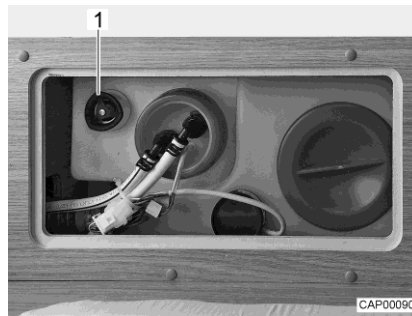

Fig. 96 Réservoir d'eau avec poignée tournante
- Faire tourner à fond dans le sens des aiguilles d'une montre la poignée tournante (Fig. 96,1) située sur le réservoir d'eau.
- Faire tourner la poignée tournante (Fig. 96,1) située sur le réservoir d'eau dans le sens inverse des aiguilles d'une montre jusqu'à ressentir une résistance. L'eau s'écoule, env. 20 litres restent.